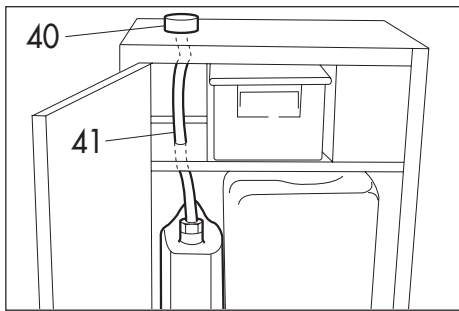

Abb. 6
- Den Trichter für Tropfwasser (40) in den Unterschrank einsetzen und mit dem Abflussschlauch (41) verbinden (Abb. 6).